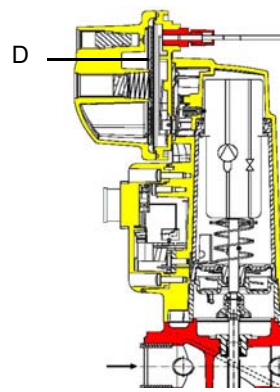

Fig. 12
**Attenzione:** il diaframma **D** dell'SKP2 deve essere verticale (vedi Fig. 12).